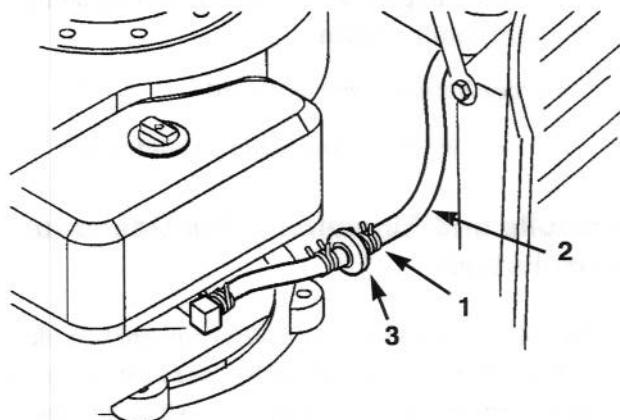

Bild 25
3. Die Enden der Schlauchklemme zusammendrücken und auf die Kraftstoffleitung in Richtung Kraftstofftank aufziehen (Bild 25).
4. Die Kraftstoffleitung vom Filter abziehen (Bild 25) und das Benzin in einen Benzinkanister oder eine Auffangwanne ablaufen lassen.
Der Kraftstofffilter (Bild 25) läßt sich am besten bei leerem Tank auswechseln. Nie verschmutzte Kraftstofffilter nach Entfernung von der Leitung montieren.
- Die Enden der Schlauchschenlen zusammendrücken und vom Filter abschieben (Bild 25).